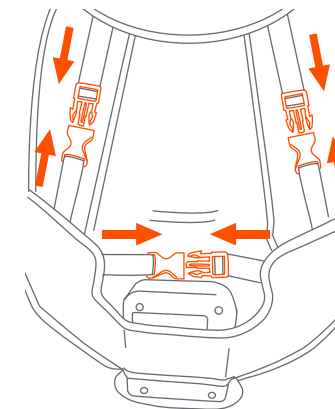

Fig. 11
- 11) • Secure the seat pad to the frame by buckling the straps on the back of the pad (Fig. 11). Place the bouncer back in the upright position.
- Sujete la almohadilla del asiento al armazón abrochando las correas de la parte trasera de la almohadilla (Fig. 11). Coloque la parte trasera del rebotador en la posición erguida.
- Fixez le coussin de siège au cadre en bouclant les sangles au dos du coussin (Fig. 11). Remplacez la sauteuse dans la position droite.